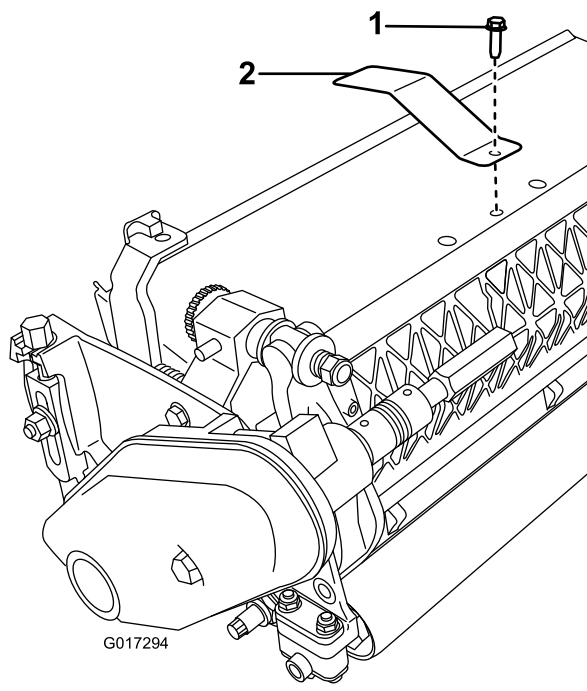

図 3
2. 中央のガラスシールドボルトを外す 図 3。
3. 取り外したボルトを使って、ターゲットプレートをカッティングユニット上部に取り付ける 図 3。